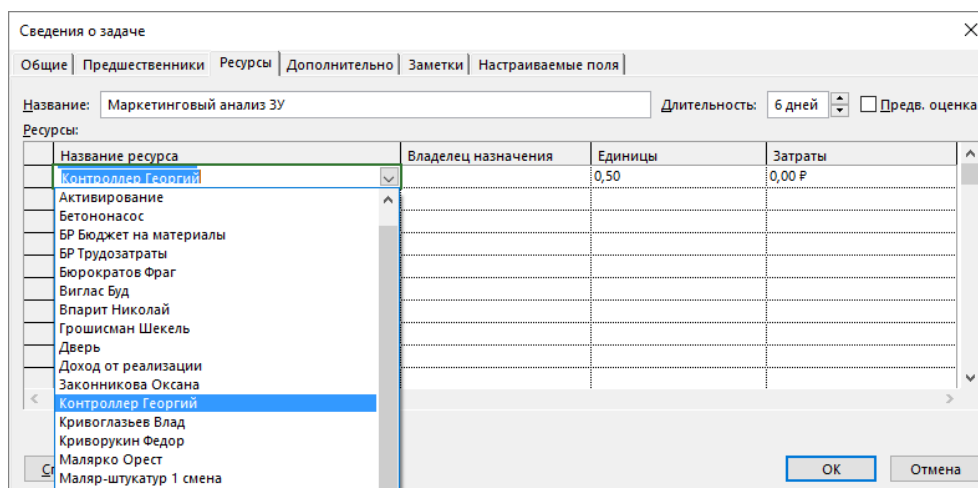

Рисунок 53 – Назначение ресурсов через сведения о задаче
2. В окне «Сведения о задаче» на закладке «Ресурсы» в колонке «Название ресурса» нажать на треугольник, и в выпавшем меню выбрать нужный ресурс и указать, при необходимости, требуемое количество ресурсов для исполнения работы, Рисунок 53.